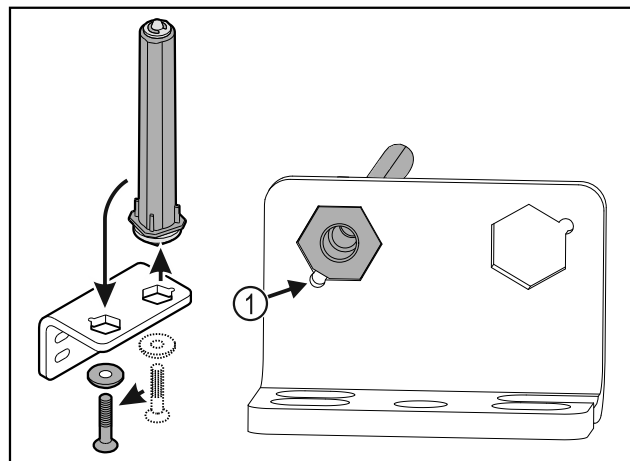

Fig. 35
- ▶ Pöörake tähelepanu sellele, et sissepanemisel on poldi kaldpind Fig. 35 (1) ümara ava poole.